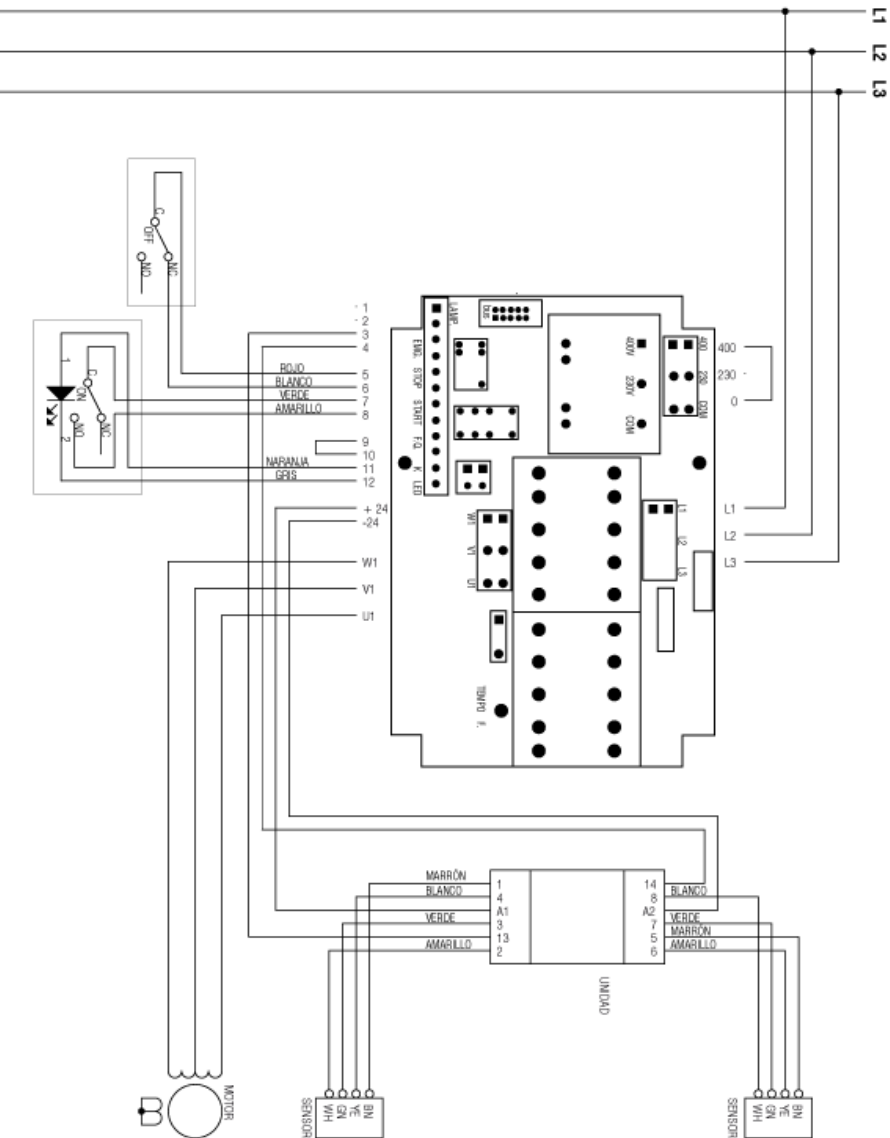

Fig.2.6.1
2.6.1 - Esquema eléctrico trifásico a 400V (Fig. 2.6.1)